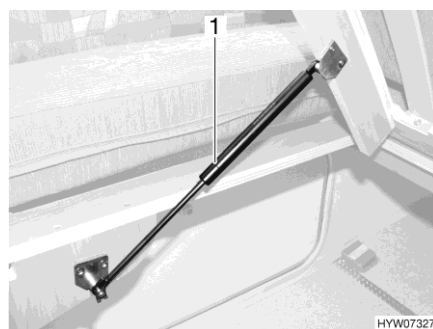

Fig. 76 Lit fixe
■ Soulever le sommier à lattes. Les ressorts à pression de gaz (Fig. 76,1) maintiennent le sommier à lattes en position ouverte.